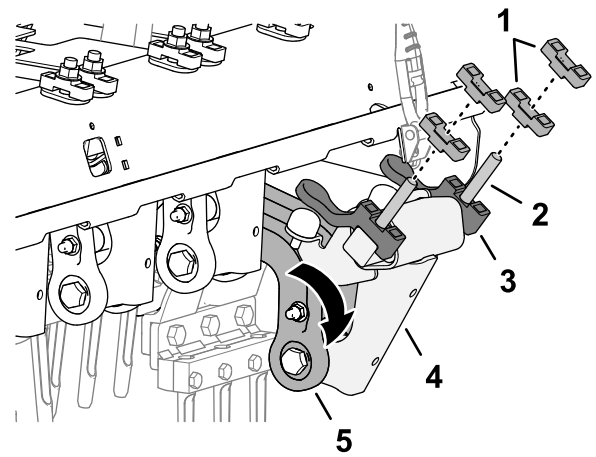

図 133
3. ダンプナのリンクとダンパナのシャフトを下向きに回転させる **図 133**。